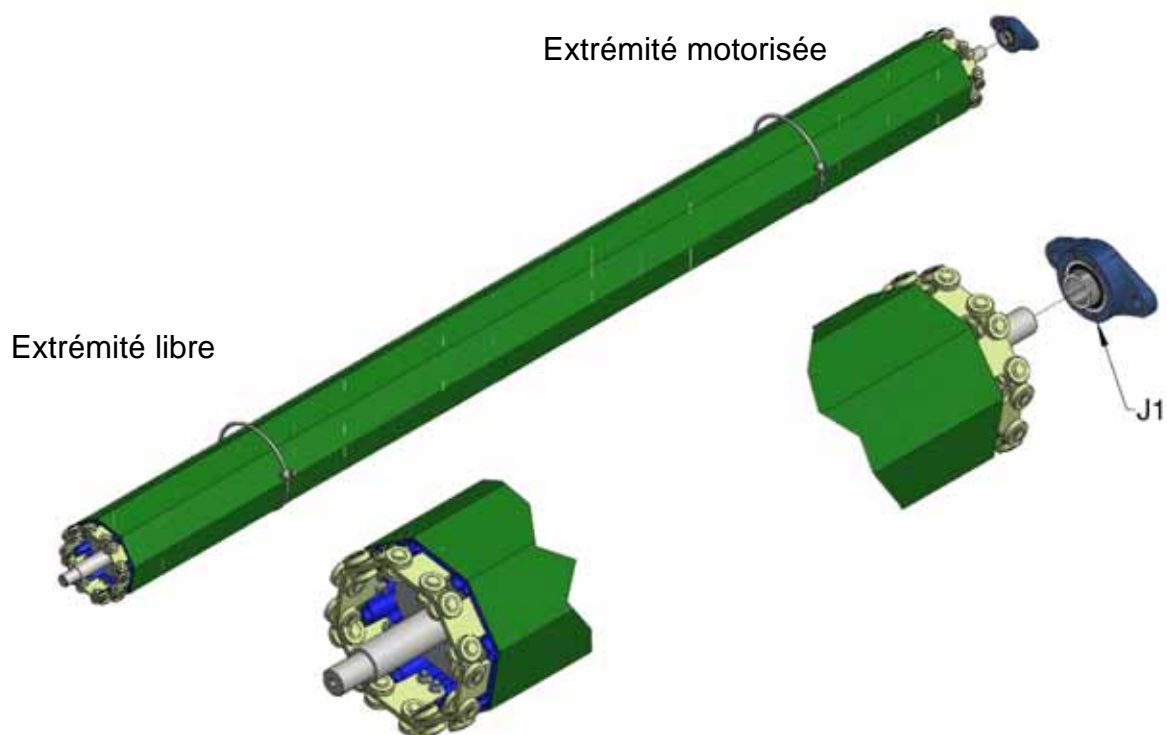

Figure 11b : Ensemble rouleau – entraînement indirect (en option)
**Entraînement indirect** (en option) – Fixez le palier à l'arbre de transmission (prenez garde à l'orientation du palier), comme indiqué en Figure 11b.